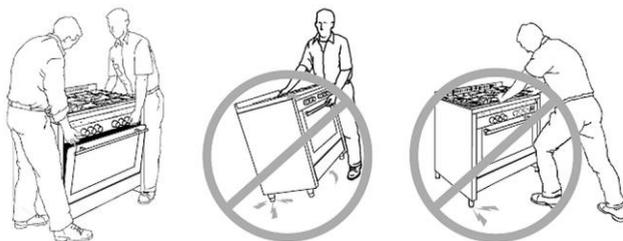

Abb. 3
2. Heben Sie das Gerät nicht am Griff der Backofentür an, sondern öffnen Sie die Backofentür und packen Sie das Gerät am oberen Teil der Backkammer an (Abb. 3).